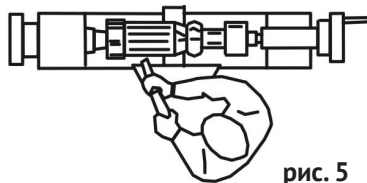

рис. 5
2.5.11 При точении с подручником, правильно и крепко удерживайте резец двумя руками. Одна рука удерживает рукоятку так, что предплечье составляет одну линию с резцом а локоть прижат к боку. Другая рука удерживает стержень резца так, чтобы он был прижат к подручнику и руки не соскользнули на обрабатываемую заготовку (см. рис.5).
#### 3.3.1 Рабочее положение оператора (рис.5):